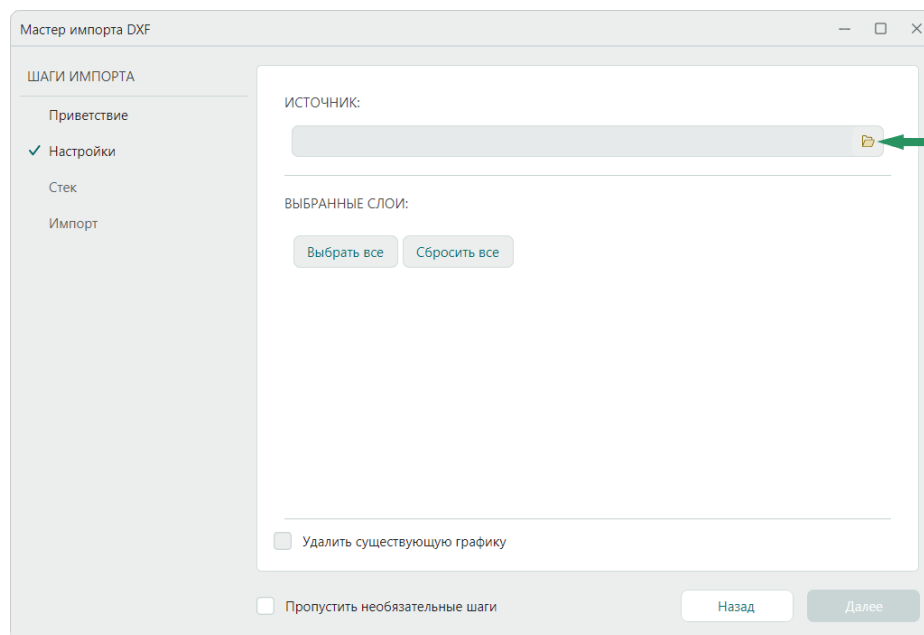

Рис. 76 Выбор файла для импорта .dxf
2. Перейдите к выбору файла для импорта с помощью символа  в поле «Источник», см. Рис. 76.